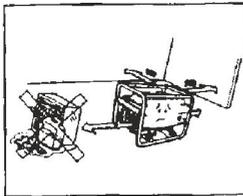

Fig.4
4. El grupo debe mantenerse alejado por lo menos dos metros de materiales inflamables. (fig. 4)